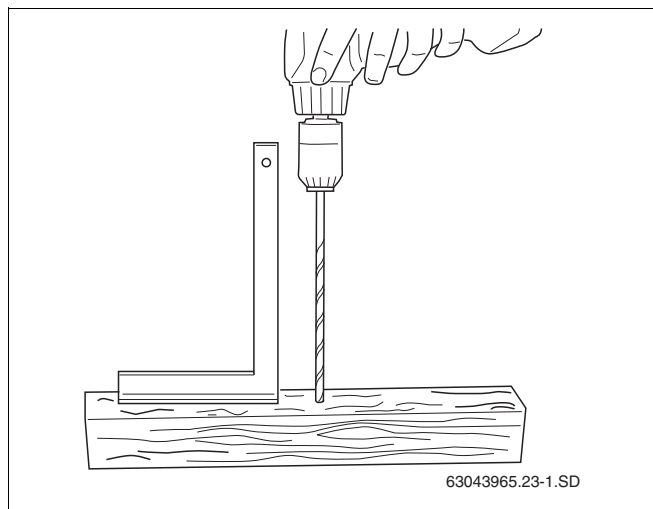

Fig. 22 Realizar la plantilla de perforación
- ▶ Coja una madera cuadrada de aproximadamente 0,50–1,00 m de longitud. Realice un agujero pasante (Ø6 mm) vertical en la madera cuadrada (fig. 22).